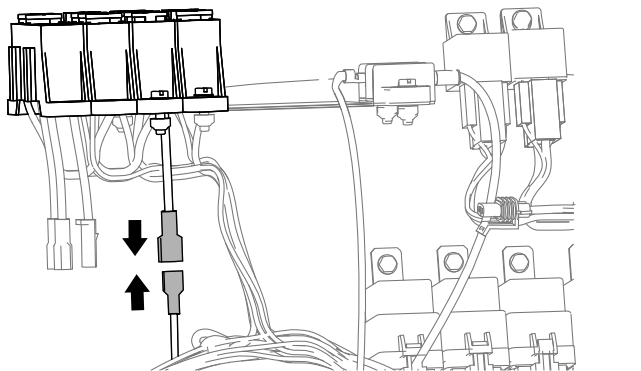

图 21
1. 对于保险丝盒中带有舌形连接接头的机器将完成套件线束的舌形接头连接至机器保险丝盒的插槽接头 图 21。